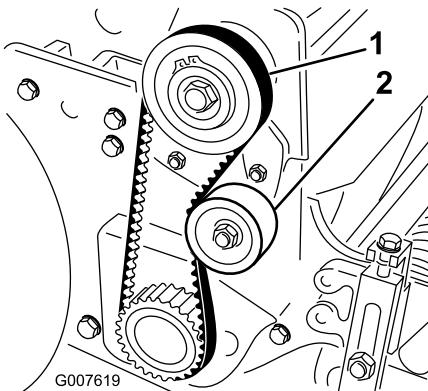

Bild 37
2. Prüfen Sie die Spannung. Bringen Sie hierfür eine Kraft von 18-22 N in der Mitte des Riems zwischen den Riemenscheiben (Bild 37) an. Der Riemen muss sich 6 mm durchbiegen lassen.
- A. Lösen Sie die Befestigungsmutter der Spannscheibe und drehen Sie die Spannscheibe nach rechts gegen die Rückseite des Riemens, bis Sie die gewünschte Riemenspannung erzielt haben (Bild 37).